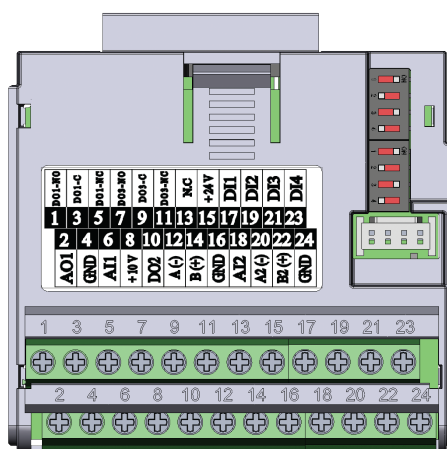

Figura 16.1: Módulo plug-in CFW500-CRS485
O módulo plug-in CFW500-CRS485 tem a interface serial (1) através da porta RS-485 nos bornes 12(A-) e 14(B+), bem como a interface Serial (2) também através de outra porta RS-485 nos bornes 20(A2-) e 22(B2+), veja Figura 16.1: Módulo plug-in CFW500-CRS485 na página 16-1.